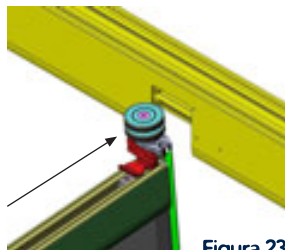

Figura 23
- En esta posición, llevar la hoja hasta la posición del mecanizado del “Perfil Marco Superior” e introducir la bisagra superior por dicho mecanizado, teniendo en cuenta que el casquillo clip debe introducirse y quedar alineado longitudinalmente con el “Perfil Marco Superior” (figura 23).